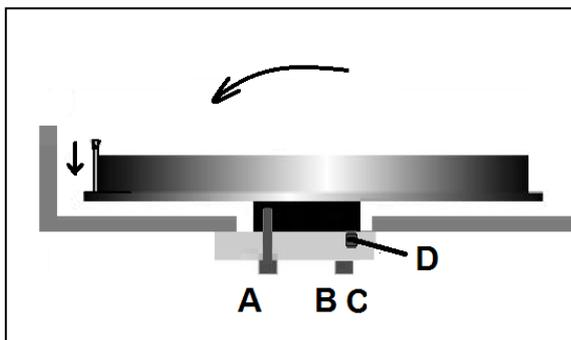

Abb. 8-7: Einstellung der Sägebandleitung
- Die Neigung der Schwungscheibe (Abb. 8-7) mithilfe des Gewindestifts (D) einstellen.